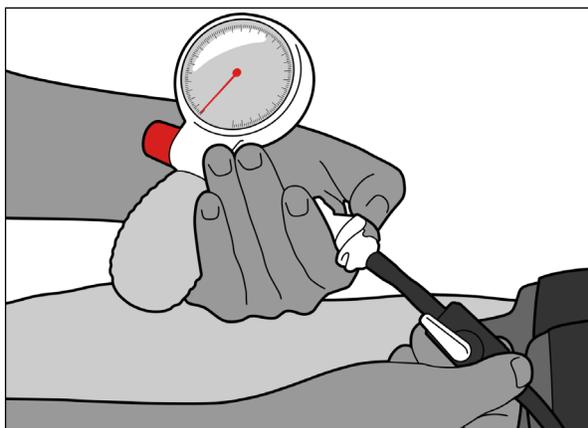

Figure 22
1. Débrancher la pièce de déconnexion rapide. Ouvrir la valve d'arrêt pour libérer l'air de la vessie (Figures 22 et 23).